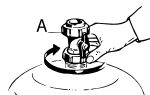

Рисунок 6.1
1. Начните сборку стенда с подключения к основному резервуару сборочного узла А (рис. 6.1).